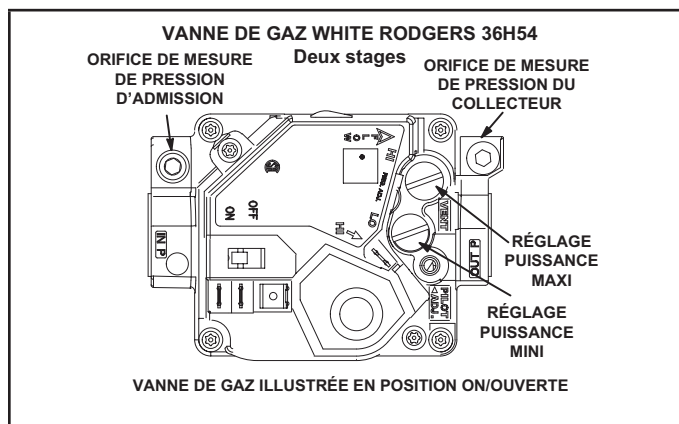
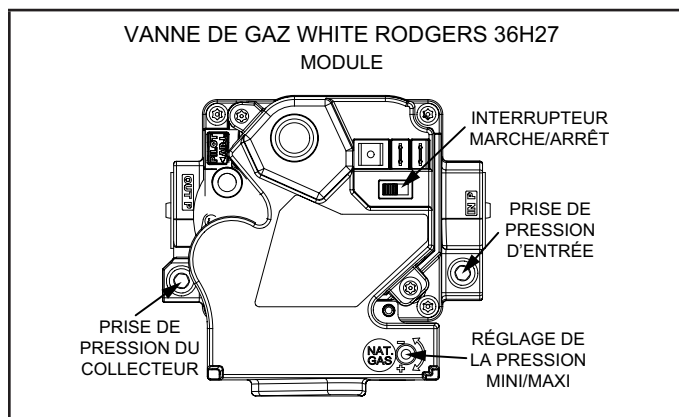

FIGURE 26
FIGURE 27
- 5 - Mettez l'interrupteur de la vanne de gaz sur **OFF/FERMÉE**. Reportez-vous à la FIGURE 26.
- 6 - Attendez cinq (5) minutes pour vous assurer que tout le gaz a eu le temps de se dissiper. En cas d'odeur de gaz, **ARRÊTEZ!** Appelez immédiatement le fournisseur du gaz depuis chez un voisin et conformez-vous à ses instructions. S'il n'y a pas d'odeur de gaz, passez au point suivant.
- 7 - Mettez l'interrupteur de la vanne de gaz sur **ON/OUVERTE**. Reportez-vous à la FIGURE 26.
Pour mesurer la pression du collecteur avec une vanne White Rodgers 36H27 et 36H27 (FIGURE 26 et FIGURE 27), retirez la vis à tête hex de 1/8 po, installez un raccord ébarbé de 1/8 po et installez un tube entre le raccord ébarbé et le côté « + » de l'appareil de mesure.
- 4 - Si nécessaire, réglez la pression du collecteur. La FIGURE 26 et la FIGURE 27 indiquent l'emplacement des vis de réglage.
Sur les vannes White Rodgers 36H54 et 36H27 (FIGURE 26 et FIGURE 27), retirez le raccord ébarbé de 1/8 po et remettez la vis à tête hex de 1/8 po.
Sur la vanne White Rodgers 36H27 et 36H27 (FIGURE 26 et FIGURE 27), la pression d'alimentation peut être mesurée en retirant la vis à tête hex. de 1/8 po. Retirez la vis à tête hex. de 1/8 po et installez un raccord ébarbé. Connectez un tube entre le raccord ébarbé et l'appareil de mesure pour mesurer la pression d'alimentation.